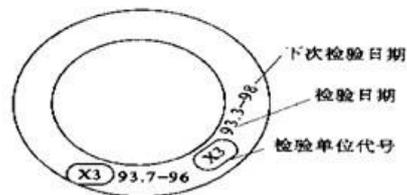

图 3-25 检验标志环钢印标志
(2) 检验钢印也可打在金属检验标志环上,其排列和内容如图 3-25 所示。